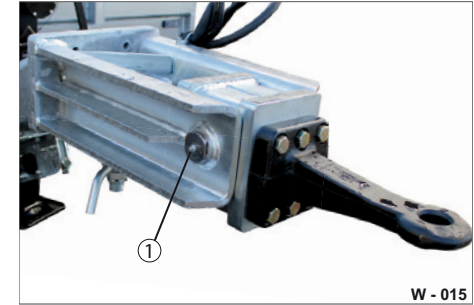

Abb. 18 Schwenkachse schmieren
- ▶ Schmieren Sie mit einer Fettpresse die Schwenkachse am Schmiernippel (Abb. 18/1) bis zum Fettaustritt ab.